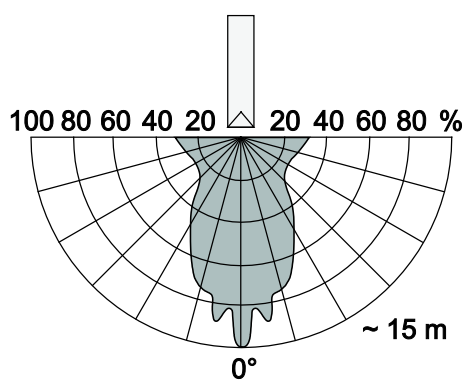

Fig. 4: Area di ricezione IR
Area di ricezione IR	circa 15 m (linea 0°); vedi Fig. 4
Per un perfetto funzionamento (rispetto delle caratteristiche di ricezione; vedi Fig. 4) la luminosità nel sito di montaggio non deve essere superiore a 200 lux.
2. Per l'indirizzamento tenere presente l'"area di ricezione IR", vedi Fig. 4.